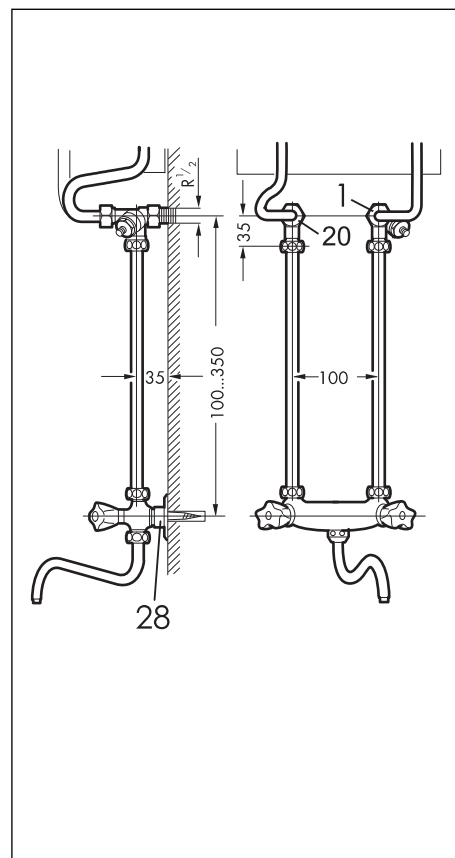

Рис. 5.6
**Напорные смесители** через обе подсоединительные трубы\*\* привинчивают к подсоединительным патрубкам (1 и 20). В случае прямого подсоединения холодной воды к VED.../3 смеситель, при помощи крепежной детали (28)\*\* – как показано на рис. 5.6 – крепят к стене. В случае подсоединения холодной воды через смеситель, последний с помощью присоединительного патрубка R 1/2 (29)\*\* – как показано на р. 5.7 – соединяют с трубой холодной воды.
### Пояснение к рис. 5.6 и 5.7